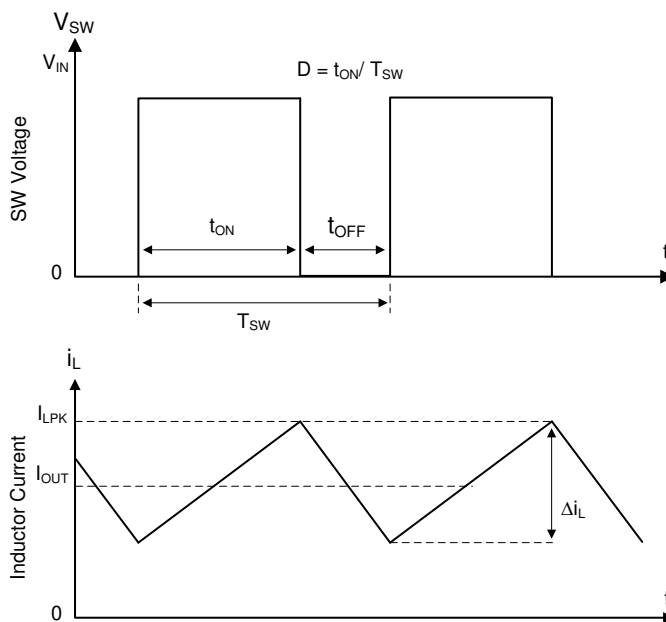

图 6-1. 连续导通模式 (CCM) 下的 SW 节点和电感器电流波形
TPS543x21 的以下运行说明涉及功能方框图和图 6-1 中的波形。TPS543x21 是一款同步降压转换器，具有集成式高侧 (HS) 和低侧 (LS) MOSFET (同步整流器)。TPS543x21 通过使用受控的占空比打开高侧和低侧 NMOS 开关来提供稳定的输出电压。高侧开关导通期间，SW 引脚电压上升至约 V_{IN} ，电感器电流 i_L 以线性斜率 $(V_{IN} - V_{OUT})/L$ 增加。当高侧开关被控制逻辑断开时，低侧开关在经过反击穿死区时间后将会导通。电感电流通过低侧开关以斜率 $-V_{OUT}/L$ 放电。降压转换器的控制参数为占空比 $D = t_{ON}/t_{SW}$ ，其中 t_{ON} 是高侧开关导通时间， t_{SW} 是开关周期。转换器控制环路通过调整占空比 D 来维持恒定的输出电压。在可忽略损耗的理想降压转换器中， D 与输出电压成正比，与输入电压成反比： $D = V_{OUT}/V_{IN}$ 。